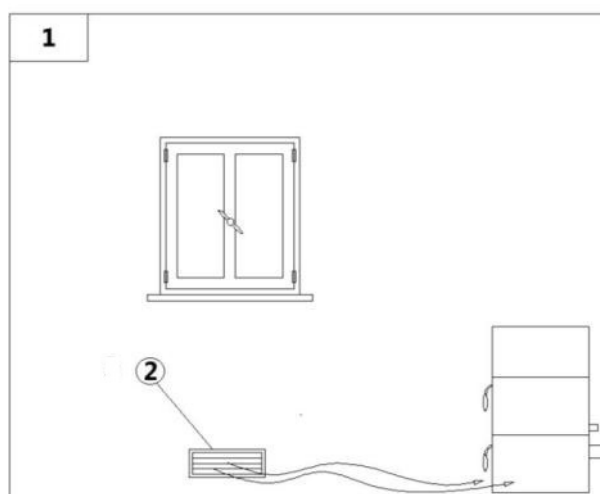

Fig. 11 - Fluxo de ar direto
LEGENDA	Fig. 11
- O fluxo de ar entre o exterior e o local pode ser feito por via direta, através de abertura na parede externa do local (ver **Fig. 11**).